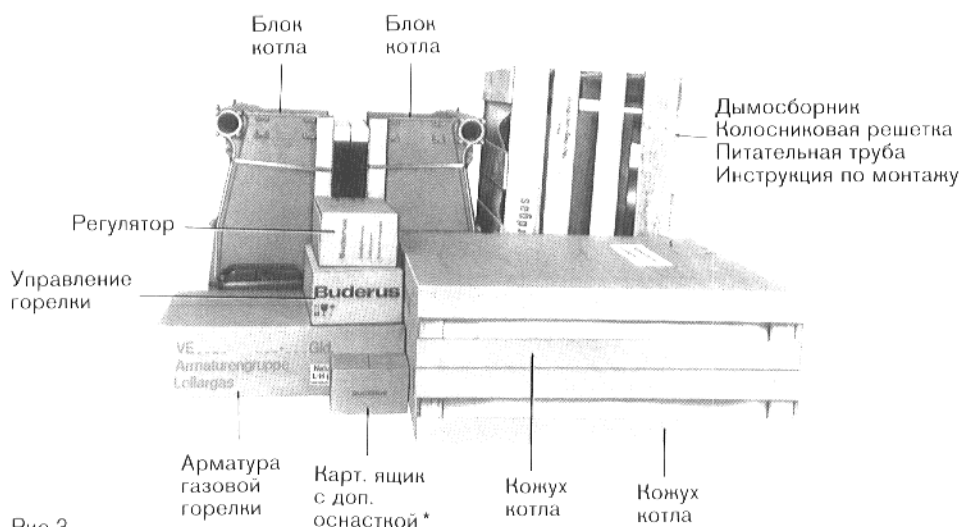

Рис.3
- а) Котел в собранном виде для 2 котельных блоков (рис. 3)